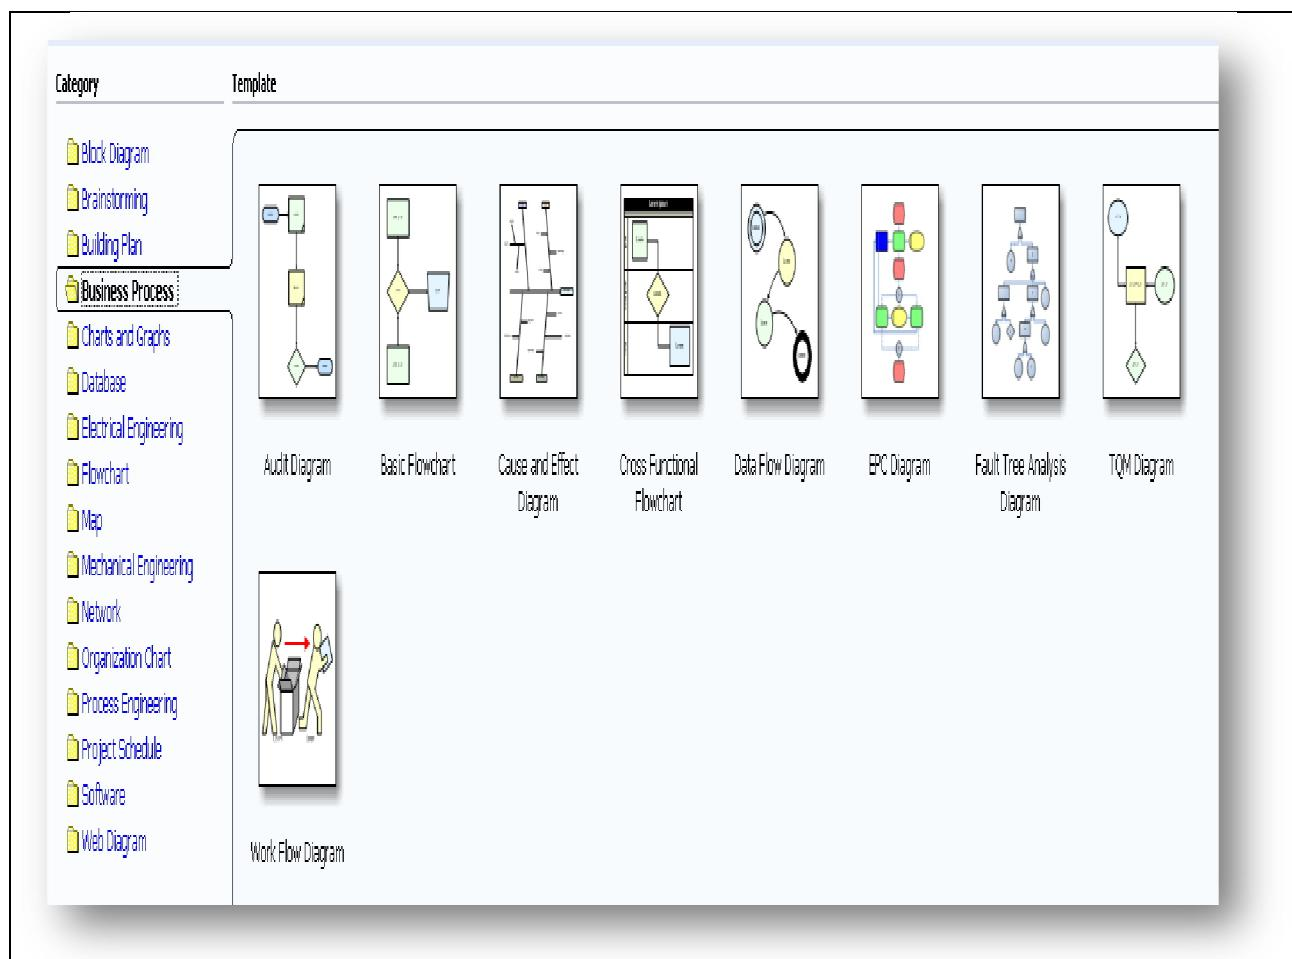

Рис. 48. Шаблоны категории Business Process в MS Visio
Отличительной чертой MS Visio является простота и удобство создания диаграмм и интеграция с другими продуктами Microsoft Office. Для моделирования бизнес-процессов программа MS Visio предлагает бизнес-аналитику наборы шаблонов диаграмм из двух категорий: Business Process (9 типов шаблонов) и Flowchart (5 типов шаблонов) – рисунок 48.
18. Созданный рисунок локальной сети (близкий к образцу - рис. 48) замкнуть в круг и выполнить заливку, используя инструменты панели Drawing и Форматирование.